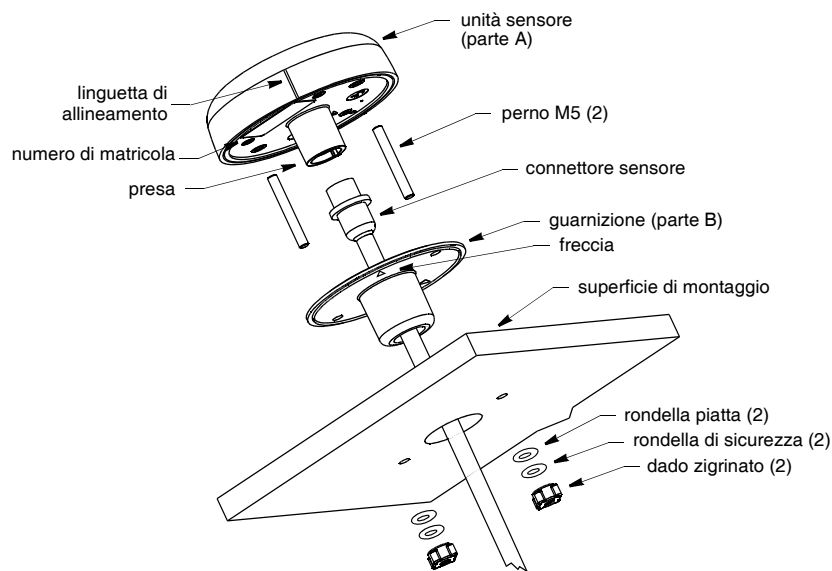

Figura 3. Montaggio a filo
1. Rimuovete l'etichetta posta sopra la presa dell'unità sensore (Figura 3). Applicare il frena-filetti *rimovibile* ai due perni in dotazione. Avvitare i perni nel lato inferiore dell'unità sensore (parte A).